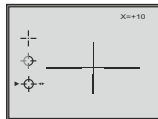

Abb.3
- Neben dem Piktogramm erscheinen senkrechte Pfeile, in der rechten Ecke ist die Position des Absehens auf der X-Achse (s. Abb.3).